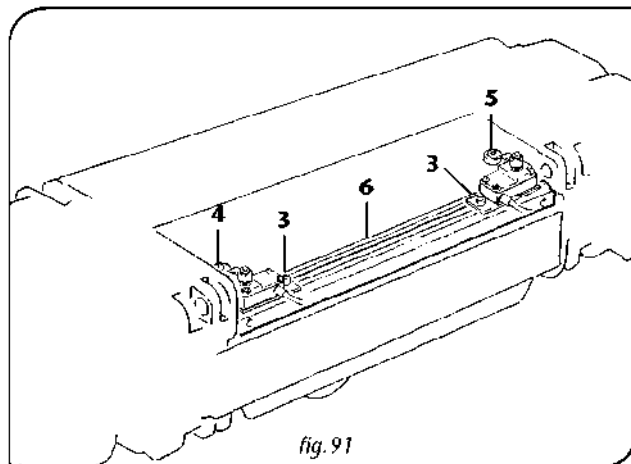

fig. 91
4. Poluzować śruby -3- tak, aby górny wyłącznik krańcowy -4- lub dolny wyłącznik krańcowy -5- mógł się swobodnie poruszać wzdłuż prętów -6- i ustawić górny wyłącznik krańcowy i/lub dolny wyłącznik krańcowy w najodpowiedniejszej pozycji tak, aby mogły interweniować kiedy bloczek hakowy jest w wymaganej pozycji (rys. 91).